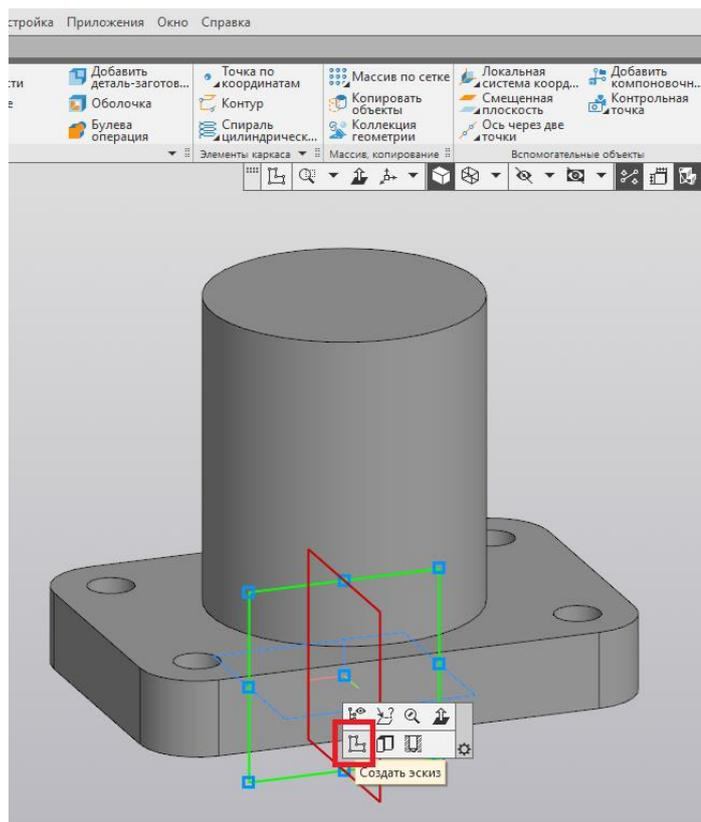

Рис. 143
15. В плоскости ZX создаём новый эскиз (рис. 143).